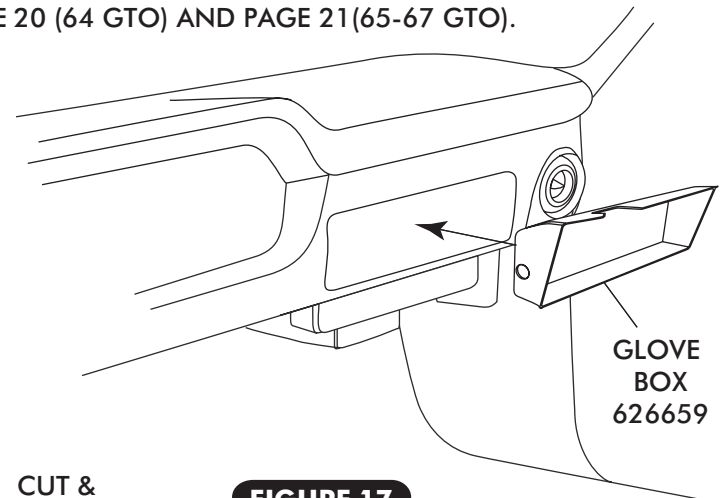

FIGURE 17
- INSTALL NEW GLOVE BOX USING OEM SCREWS, SEE FIGURE 17.